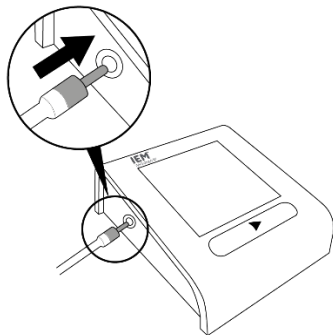

Fig. 7: Inserimento del tubicino dell'aria
1. Inserire l'attacco del flessibile dell'aria nell'apposita presa sul lato sinistro dell'apparecchio per la misurazione della pressione arteriosa e posizionare l'apparecchio sul tavolo (vedi Fig. 7).